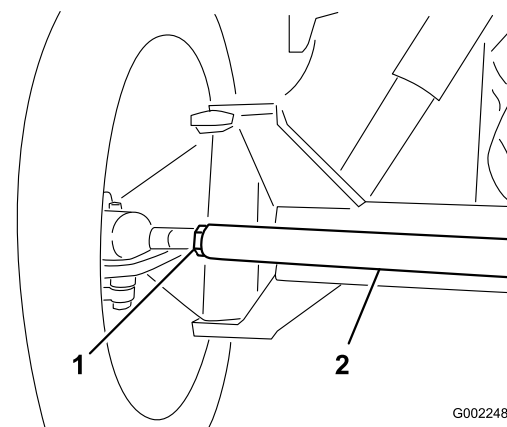

Bild 85
3. Wenn der Wert nicht im angegebenen Bereich liegt, lösen Sie die Klemmmuttern an beiden Ende der Spurstange (Bild 85).